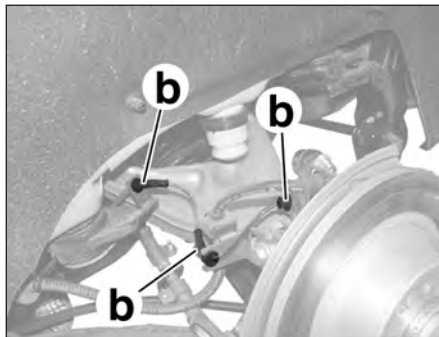

FIG.40
- Dégrafer le faisceau du capteur de vitesse de roue en (b) (Fig.40).